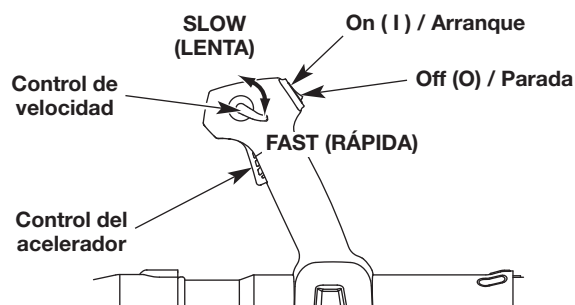

Fig. 7
- NOTA:** No es necesario encender la unidad. El interruptor de encendido/apagado está en la posición ON (I) (encendido) en todo momento (Fig. 7).
5. Mueva el control de velocidad a la posición FAST (Fig. 7).
2. Oprima y mantenga apretado el interruptor de encendido/apagado en la posición OFF (O) (apagado) hasta que el motor se pare por completo (Fig. 7).
- Use el control de velocidad para facilitar la operación continua (Fig. 7).